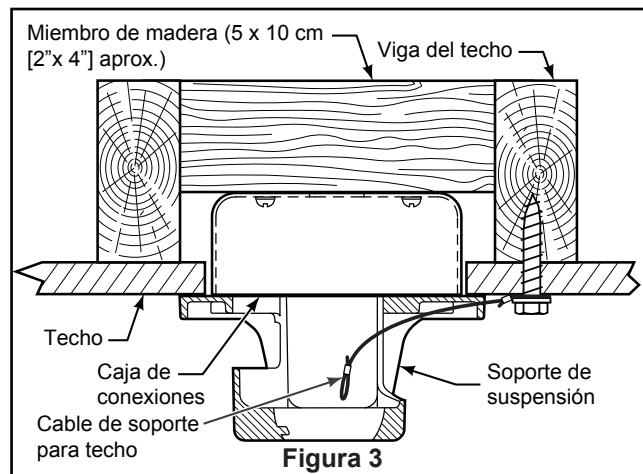

Figura 3
Uso del soporte (Figura 3)
3. Afloje los dos tornillos de fijación del soporte del barral de soporte para techo a través de la varilla. Introduzca los cables de color negro, blanco y azul cables y cable de seguridad a través de la varilla. (Figura 3)
1. Perfore un orificio de 1/4" en la estructura del edificio para evitar grietas con la instalación del tornillo de intervalo. Utilice el tornillo de intervalo de 3/8"x 2" y la arandela plana para fijar el cable de seguridad a la viga del techo o a la estructura de madera. Dicho tornillo pasará a través de arandela plana, la presilla del cable de seguridad y se fijará en la estructura del edificio. (Figura 3)
NOTA: el cable de soporte para techo no se puede asegurar solamente a la caja de conexiones; se debe asegurar directamente a la viga de techo o miembro estructural con el tornillo de cabeza cuadrada de 3/8"x2" y la arandela plana. (Figura 3)
- 5. Ajuste las aspas ensambladas y los soportes al buje del motor con los tornillos y las arandelas de seguridad suministrados. (Figura 3)